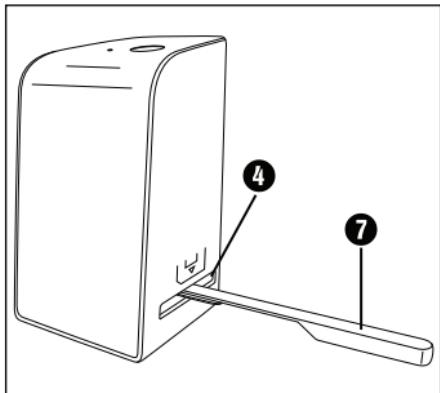

Figura 3
- ♦ Pulire la superficie della retroilluminazione all'interno dell'apparecchio servendosi dell'apposito spazzolino 7. Infilare lo spazzolino con la superficie pulente rivolta verso il basso solo nello slot 4 a destra (vedere figura 3).